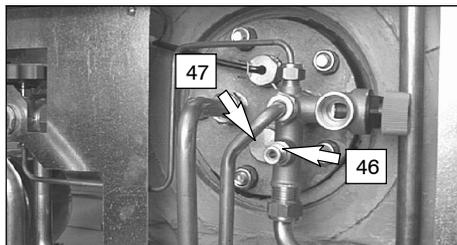

fig. 9.4 Vista lato inferiore
- 3 Allentare il rubinetto di scarico acqua sanitaria del bollitore 46 fig. 9.4 e scaricare l'acqua del bollitore.
Per garantire la costante protezione del bollitore sanitario contro la corrosione elettrochimica, si consiglia di far controllare periodicamente dal tecnico del Centro Assistenza Autorizzato l'integrità dell'anodo al magnesio (47 in fig. 9.4).